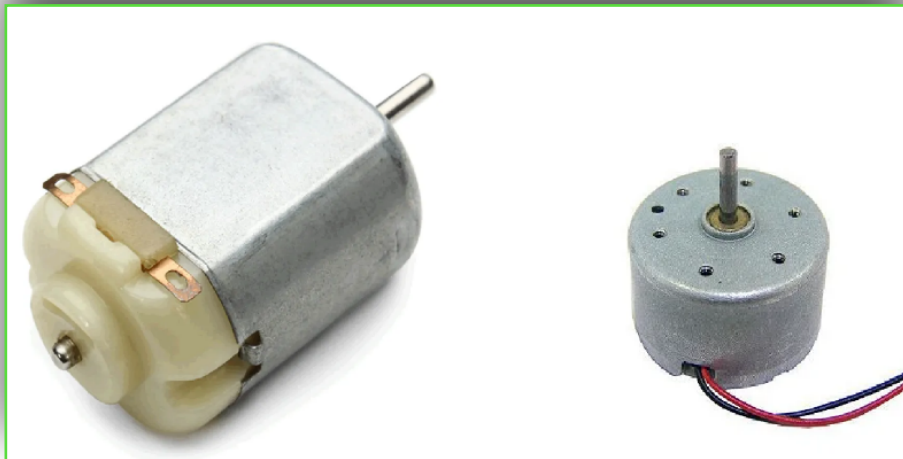

Figura 47: Motores DC simples.
Um motor de corrente contínua (DC) é um dispositivo que converte energia elétrica em movimento rotativo. Ele funciona com base nos princípios do eletromagnetismo e utiliza um campo magnético para gerar torque e fazer com que o motor gire. Na Figura 47 temos um exemplo de dois modelos.